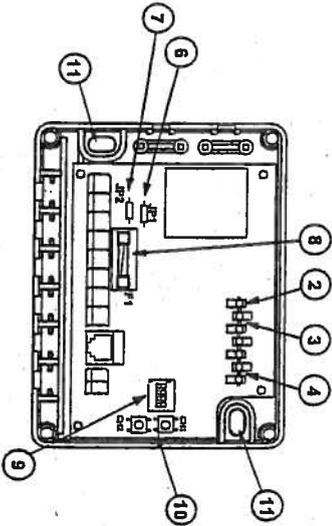

Fig. 2. Styresystemets printkort, med opbygningen, sikring og DIP-switch
Den indbyggede sikring F1 (2) fig. 2 på 0,5A, skulle kunne garantere en god sikring af systemet ved 230V.